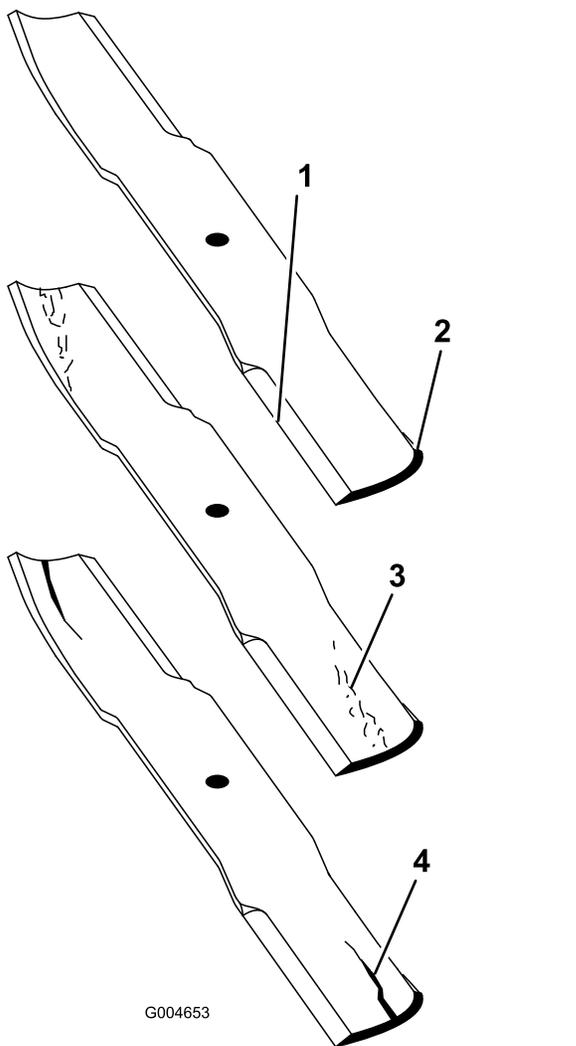

Bild 91
2. Prüfen Sie die Schnittkanten des Messers sorgfältig, insbesondere dort, wo die geraden Flächen die gebogenen berühren (**Bild 91**).
Hinweis: Da Sand und anderes reibendes Material das Metall abschleifen kann, das die flachen mit den gebogenen Teilen verbindet, müssen Sie das Messer vor jedem Einsatz des Rasenmähers prüfen. Wenn das Messer verschlissen ist (**Bild 91**), ersetzen Sie es.